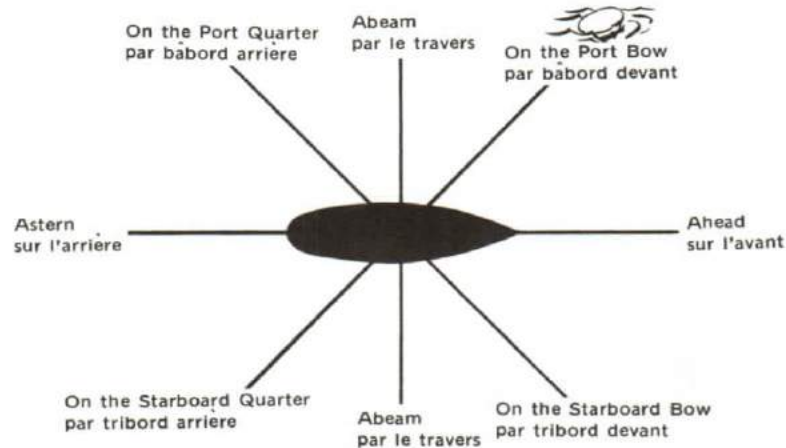

Figure 6-7
12. Suppose you now take your cap, go forward and throw it in front of the ship. The cap will be floating ahead of the ship. As your cap floats by, it may be said first to be on the bow, then abeam, then on the quarter and finally astern. See Figure 6-7.
12. Supposons maintenant que vous vous avanciez et que vous lanciez votre bonnet à l'eau en avant du navire. Il flottera sur l'avant du navire, puis, successivement, par l'avant, par le travers, par l'arrière de bordé et, enfin, sur l'arrière (voir la figure 6-7).